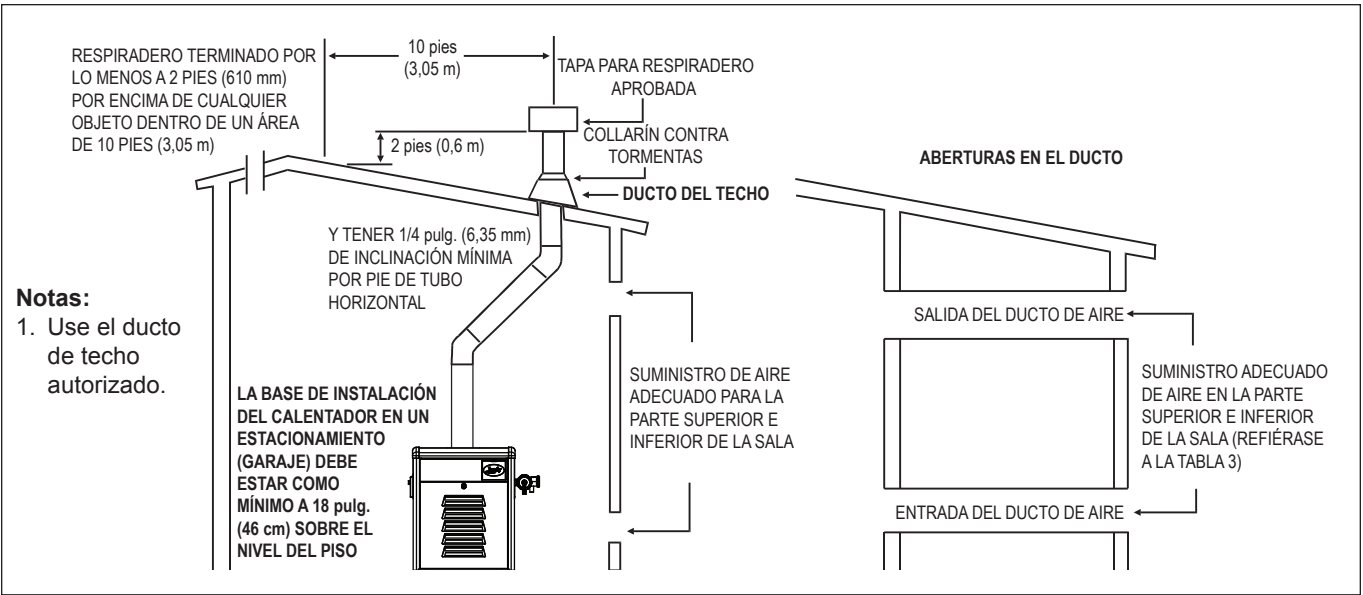

Figura 5. Ventilación instalada en interiores (EEUU) o en exteriores con protección (Canadá)
En general, estos requerimientos especifican que el cuarto en el que el calentador sea instalado deberá tener dos aberturas permanentes para el suministro de aire; una a una proximidad de 12 pulg. (305 mm) del techo, y otra a una proximidad de 12 pulg. (305 mm) del suelo. Todas las instalaciones interiores deben tener aberturas que vayan de adentro hacia afuera, hacia el aire libre, para la combustión, ventilación y disolución de gases de combustión (véase la Figura 5 y la Tabla 3). Zodiac Pool Systems, Inc. no recomienda instalaciones interiores que no proporcionen aire de afuera del inmueble para la combustión.
Suministro de aire exterior: Cuando el aire de combustión se suministra directamente a través de una pared externa, cada abertura debe tener un área libre de un mínimo de 6,5 cm² (1²⁷) por 4.000 BTU/h (1,2kW) de entrada del valor nominal del total de los aparatos del área cerrada. Si el aire se proporciona a través de conductos horizontales, cada abertura y conducto deben proveer una pulgada cuadrada de área de circulación por cada 2000 BTU/h (0,6 kW). Estos requerimientos se resumen en la Tabla 3. Note que las áreas especificadas son áreas abiertas y que éstas deben aumentarse en un 50 por ciento si las aberturas son cubiertas por mallas, persianas, rejillas u otras cubiertas protectoras (véase Figura 5 y Tabla 3).
La salida de la campana de gases combustibles debe conectarse a una tubería de respiración sin obstrucciones del mismo diámetro, y que finalice en el exterior del inmueble. El respiradero debe terminar al menos a dos (2) pies (0,61 m) por encima del punto más elevado del techo u otro objeto que esté dentro de los diez (10) pies (3,05 m) del final de la ventilación. La tubería del respiradero debe tener una tapa para respiradero aprobada que permita una abertura equivalente completa para los productos combustibles (véase la Figura 5). La parte superior de la tapa del respiradero debe estar al menos a cinco pies en altura vertical por encima de la salida de la campana de gases combustibles. Para todo el sistema de ventilación se recomienda una doble pared tipo “B” o tubería para respiradero equivalente. Sin embargo, se puede utilizar una tubería para respiradero de metal de pared única dentro de la estructura según lo especificado en la última edición del Código nacional de gas combustible ANSI Z223.1 o en Canadá CAN/CSA-B149.1